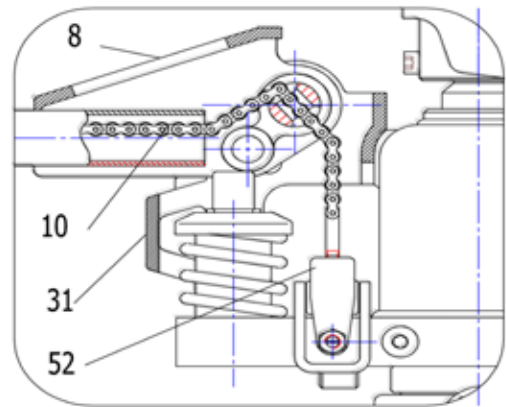

Fig.2
3.5 Coloque el tornillo y la tuerca al final de la cadena 10 en la ranura de la placa de la palanca 52. Revise las Fig.2 y Fig.4.